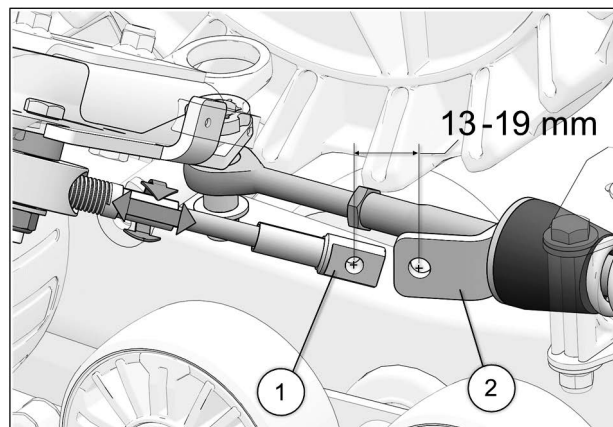

Fig. 37
20. Tourner le volant du véhicule au maximum de la course du côté gauche. En maintenant une pression au volant, ajuster le câble (en vissant ou dévissant pour ajuster la longueur). Voir la Fig. 37
21. Obtenir une distance de 13-19 mm du centre de l'extrémité du câble (1) au centre de l'extrémité du support de fixation (2). Voir la Fig. 37